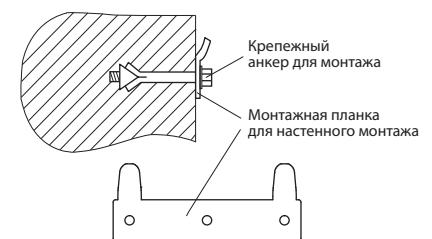

Рис. 5
2. После выбора места монтажа определите места под три анкерных болта. Проделайте в стене три отверстия необходимой глубины с помощью сверла, соответствующего размеру крепежных болтов. Вставьте винты в монтажную планку для настенного крепежа, закрепите планку на стене, плотно затяните гайки, а затем установите на монтажную планку электрический водонагреватель. (см. рис. 5).